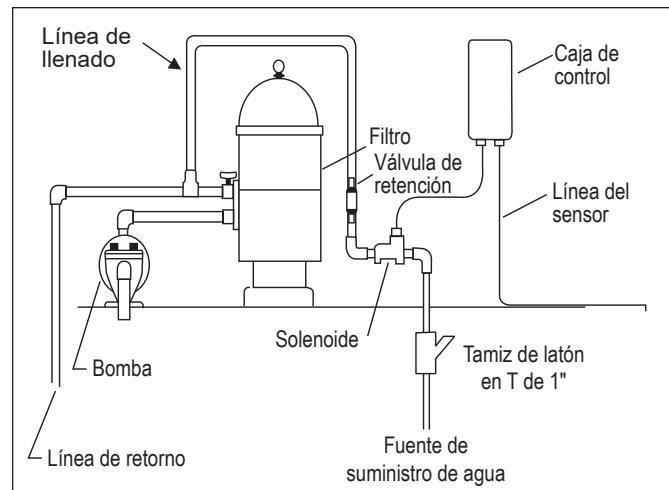
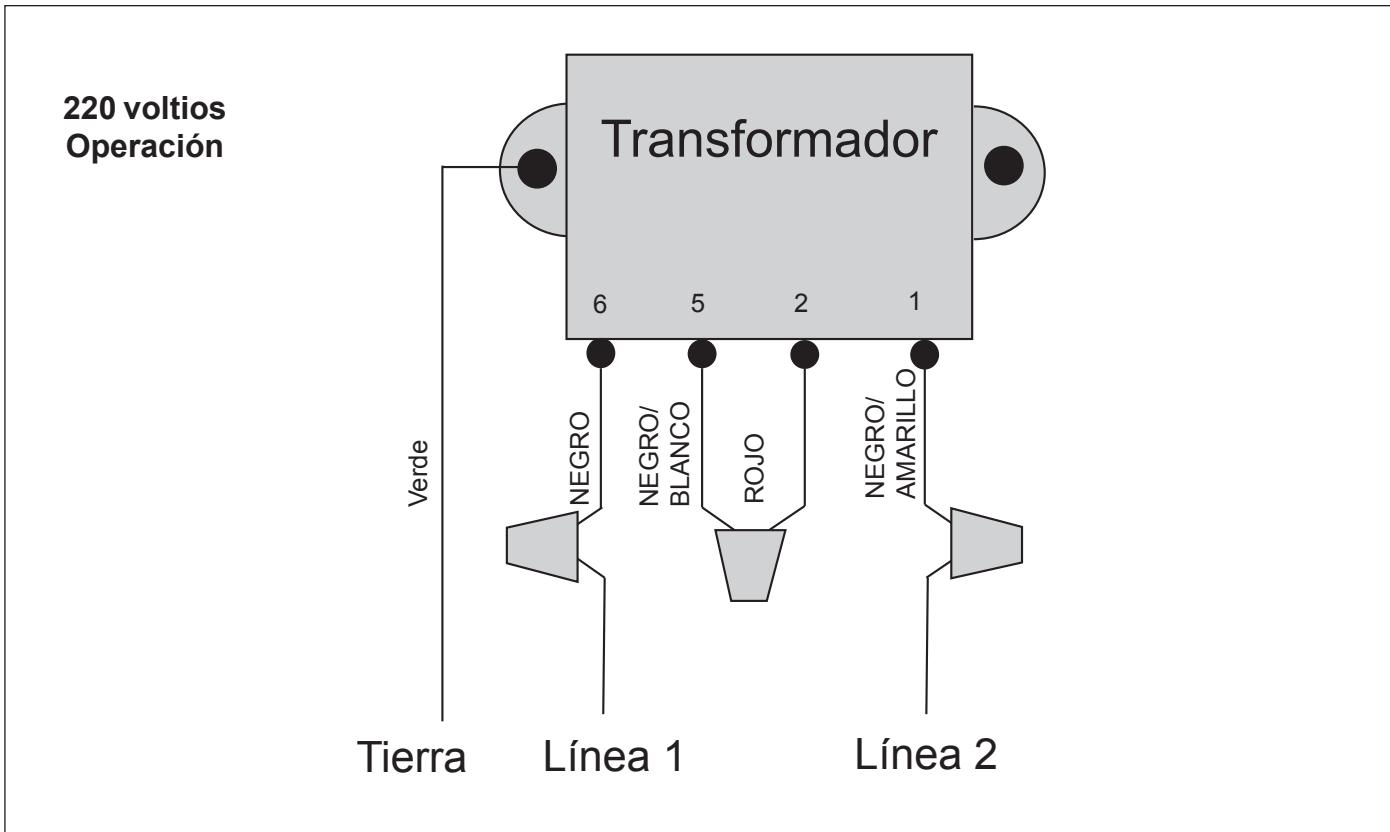

Figura 1. Instalación de K-1100 o LEV110CK/2G
Figura 4. K-1100, K-2300 y LEV110CK/2G con cableado de fábrica para funcionar a 220 voltios
- Monte la caja de control en la pared cerca de la bomba y el filtro. Consulte la Figura 1. **No instale la caja de control a una distancia igual o inferior a 10 pies (3 m) de los bordes de la piscina.**
- Controle el voltaje fuente. (Las tres (3) unidades poseen cableado de fábrica para funcionar a 220 voltios). Consulte la Sección 3.3 para modificar el cableado para el funcionamiento a 110 voltios.
- Para el funcionamiento a 220 voltios, conecte el cable negro a la línea 1 y conecte el cable negro con raya amarilla a la línea 2. Consulte la Figura 4.
1. Corte el casquillo de empalme que conecta los cables negro/blanco y rojo. Consulte la Figura 4.